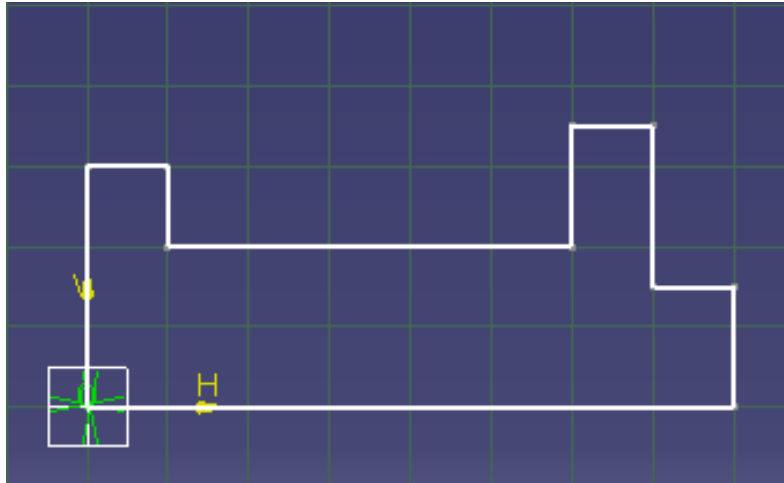

Figura 4.47: PERFIL 1 CUERPO DE DISPOSITIVO
2.-Se comienza el primer perfil indicando el primer punto (0,0) en la barra de herramientas SKETCH TOOLS, a continuación se Introducen las coordenadas del siguiente punto (80,0) y se da enter, se continua así con los puntos restantes del perfil hasta obtener una figura como la que se muestra a continuación (ver figura 4.47)